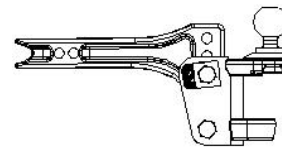

Fig. 7
- Los kits de distribución de peso se venden con y sin la barra de tracción (C). Algunas instalaciones pueden requerir una barra de enganche más larga. Los protectores de parachoques extendidos, las "tapas" de camionetas pickup o las llantas de repuesto montadas en la parte posterior pueden limitar los ángulos de giro, a menos que se use una barra de enganche más larga. Se ofrecen barras de tracción individuales en varios tamaños para diferentes longitudes y alturas.
- Inserte la barra de tracción dentro de la caja de enganche e instale un pasador de halar y un clip de resorte. Coloque el montaje esférico sobre la barra de tracción y mueva hacia arriba o hacia abajo de forma que la parte superior de la esfera esté aproximadamente entre 1/2 y 1" por encima de la parte superior del acoplador del remolque. La barra de tracción se puede usar ya sea en la posición de arriba o de abajo como se indica en la Fig. 7.